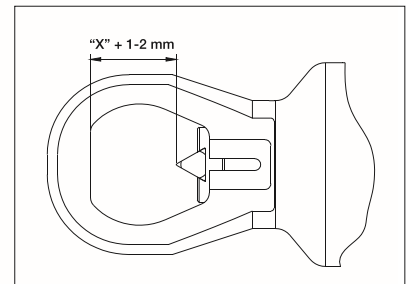

Abb. 7
4. Drehen Sie den Schneidkopf, bis der Abstand von der Kopfabflachung bis zur Spitze des Messers dem im vorherigen Schritt gemessenen Abstand von der Mutter zur Schraube plus zusätzlichen 1 bis 2 mm [1/16 in.] entspricht. Siehe Abb. 7.